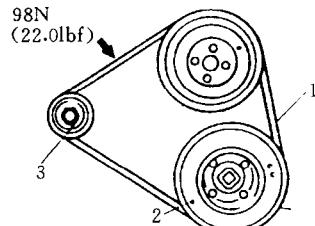

图 24 发电机传动带下沉量测量—1995~1997 款
- ①断开蓄电池负极接线。
- ②松开固定螺栓。
- ③松开枢轴螺栓。
- ④转动调整螺栓，使传动带松紧度变小。
- ⑤取下传动带。
- ①安装带轮传动带。
②转动调整螺栓，并用张力仪测量传动带张力，直到达到如下要求：新传动带张力应为 110.2 ~ 154.3lbf (490 ~ 686N)；旧传动带张力应为 88.2lbf (392N)；也可以用另外一种方法调整：在水泵和发电机传动带中间处施加 22lbf (98N) 的力，测量传动带的下沉量，新传动带下沉量应为 0.30 ~ 0.35in (17.5 ~ 9.0mm)；旧传动带下沉量应为 0.39in (10.0mm)（图 24）。
③2.0L 发动机的枢轴螺栓拧紧力矩为 15 ~ 18lbf · ft (20 ~ 25N·m)；2.4L 发动机的枢轴螺栓拧紧力矩为 17lbf · ft (23N·m)。